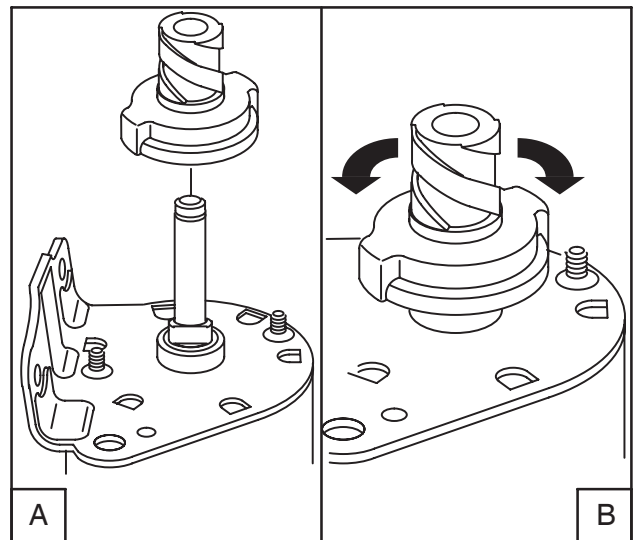

Fig. 59
1. Placer l'embrayage de démarreur sur l'axe du démarreur, Fig. 59 A, et faire tourner l'embrayage pour qu'il se mette en place, Fig. 59 B.